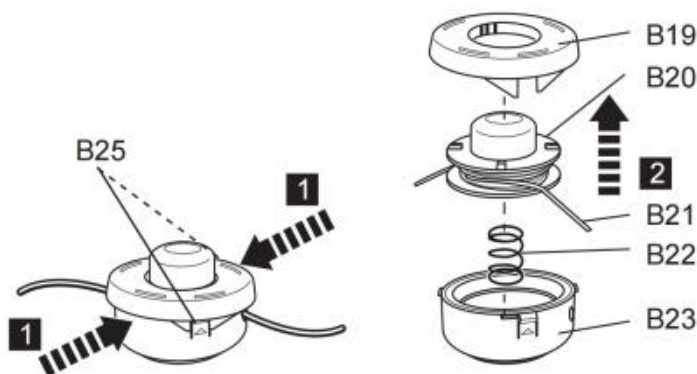

Fig. 63
3. Tryck på spärrarna (B25) på trimhuvudets hölje (B23) för att öppna locket (B19) (Bild 63). Locket (B19) och spolen (B20) kommer att lossna.